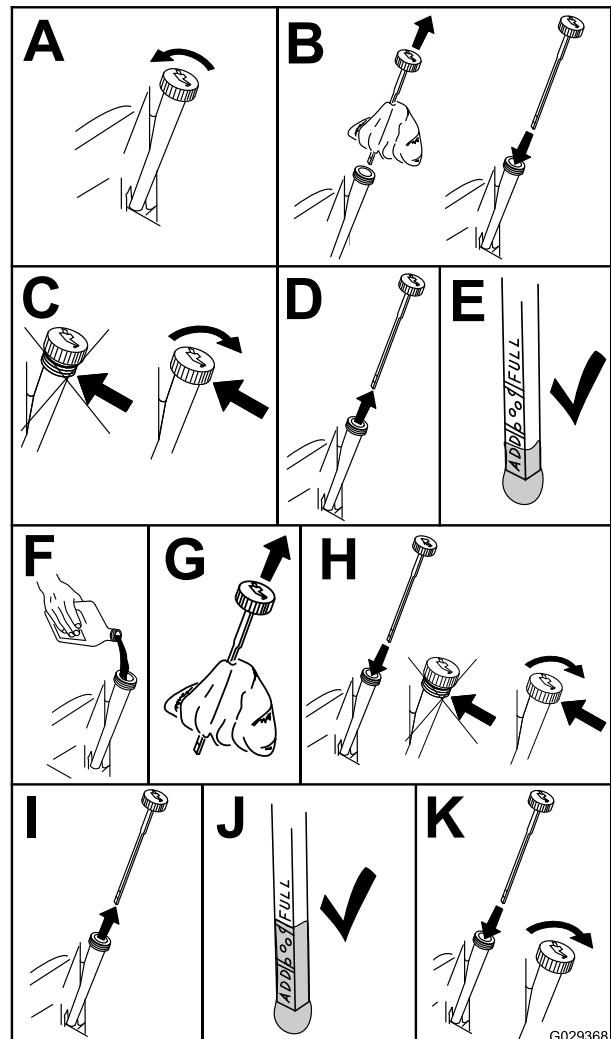

Figura 41
3. Para que no entre suciedad, recortes de hierba, etc., en el motor, limpíe la zona alrededor del tapón de llenado/varilla de aceite antes de retirar éste (Figura 41).